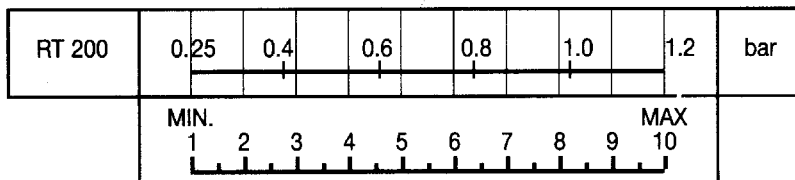

Рис. 5
Этот прибор контролирует давление генератора и поддерживает его между фиксированными максимальными и минимальными значениями. Далее приводятся инструкции по калибровке модели DANFOSS RT 200 с диапазоном 2-6 бар (см. Рис. 5). В случае применения других моделей реле давления необходимо проконсультироваться со специальной документацией, идущей вместе с реле давлениями.
- а) Вращайте ручку регулятора (1) до тех пор, пока указатель шкалы (2) не достигнет значения давления, с которого начнет работать горелка;
- б) Снимите крышку реле давления и поставьте барабан (3) на выбранном значении для дифференциала (горелка остановлена) на основе диаграммы на Рис. 5; дифференциал достигает значения, указанного в пункте а).